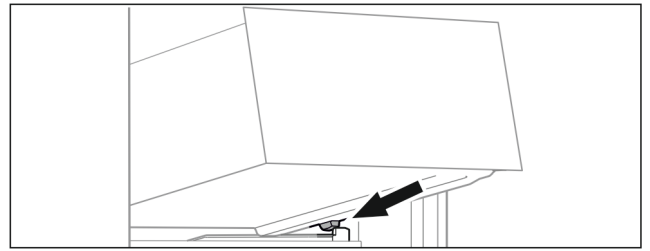

Fig. 69
- ▶ Coloque el cajón inclinado detrás de los toques sobre la nervadura para recipientes. (consulte Fig. 69)